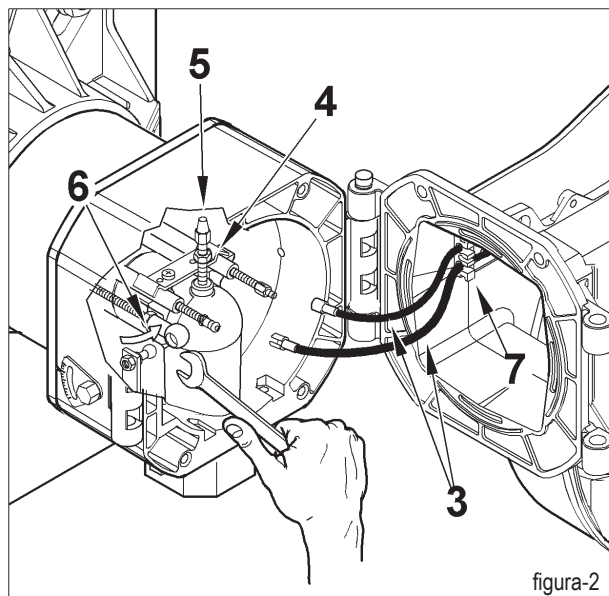

figura-2
Utilizando la misma llave, actuar sobre la articulación esférica (6) en la dirección indicada por la flecha desenganchando la palanca de avance de la cabeza de combustión (figura 2)
Cuando se cierra el quemador, tirar delicadamente hacia el cuadro eléctrico, poniéndole en ligera tensión los dos cables de encendido y de ionización, luego meterlos en sus alojamientos (7) como indica la figura 2. Esto evitará que el ventilador los dañe durante el funcionamiento del quemador.